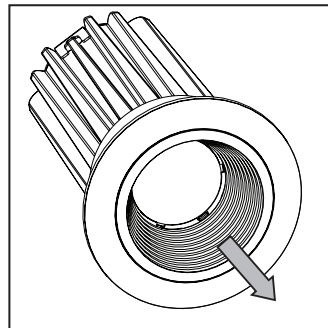

Figura 14
**Paso 1.** Saque el deflector o el reflector del borde. Puede ser necesario insertar un pequeño destornillador entre el deflector y el sujetador del óptico para liberarlo haciendo palanca (Figura 14).